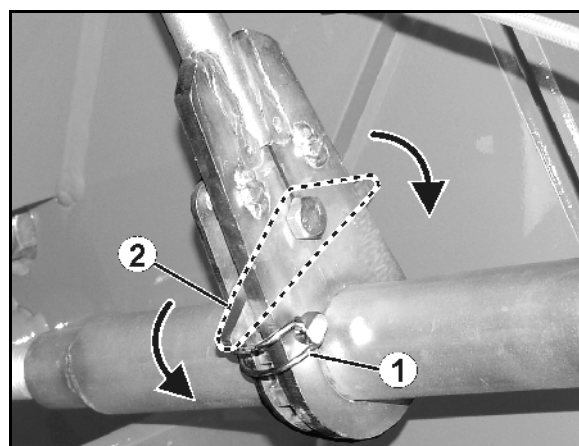

Рис. 40
2. Снимите пружинный фиксатор (Рис. 40/1).
3. Закрепите балансир (Рис. 40/2) в соответствии с нужным направлением вращения.